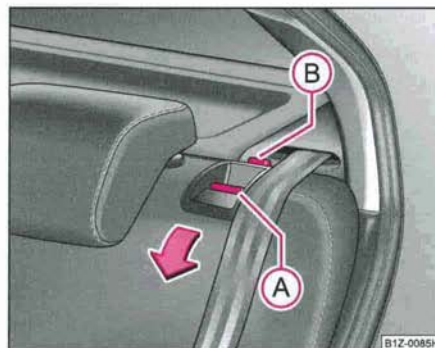

Fig. 66 Déverrouiller le dossier du siège arrière
- Poussez sur le bouton de déverrouillage (A) et rabattez le dossier en avant ⇒ fig. 66.
- Vérifiez si la tige rouge (B) est masquée ⇒ page 90, fig. 66.
Le siège AR comporte un dispositif signalant le blocage du dossier. Une tige rouge (B) ⇒ page 90, fig. 66 sort du dossier du siège AR lorsqu'on le déverrouille. La tige rouge (B) rentre dans le dossier et n'est plus visible si vous avez bien bloqué le dossier.